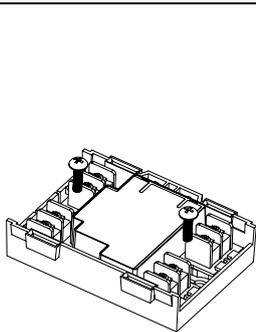

图 9
- 安装在控制器或开关柜内部：直接安装在平整表面上（图 9）。
2. 用 2 个螺钉（M4）将模块固定（图 9）。安装孔距离：